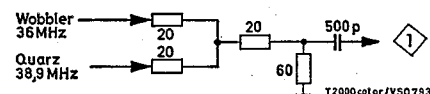

Abb. 51
38,9 MHz-Oszillator quarzgenau und Wobbler (36 MHz) über Koppelglied Abb. 51 an Tuner Meßpunkt ① anschließen.